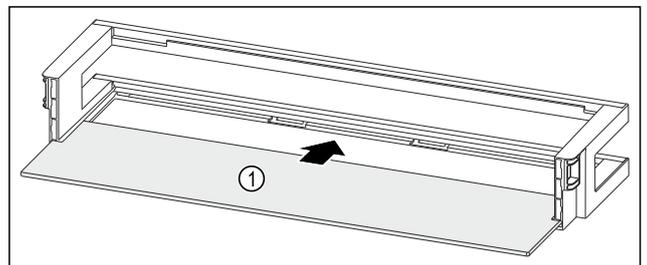

Fig. 87 Raft montat pe ușă cu raft
- ▶ Împingeți în interior raftul Fig. 87 (1) în degajările laterale.